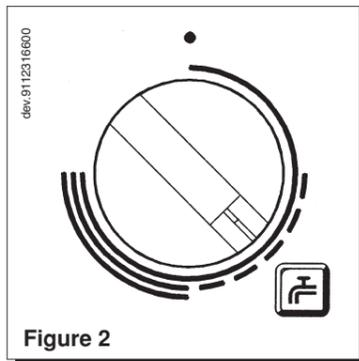

Figure 2
La vanne du gaz est équipée d'un dispositif de modulation électronique de la flamme en fonction du positionnement du bouton (2) de réglage de l'eau sanitaire et de la quantité d'eau prélevée. Ce dispositif électronique permet d'obtenir à la sortie de la chaudière des températures d'eau constantes, même si les débits de prélèvement sont faibles. Nous vous conseillons, pour économiser l'énergie, de positionner le bouton comme dans la figure 2. En hiver, il faudra probablement augmenter la température de l'eau en fonction des valeurs désirées.